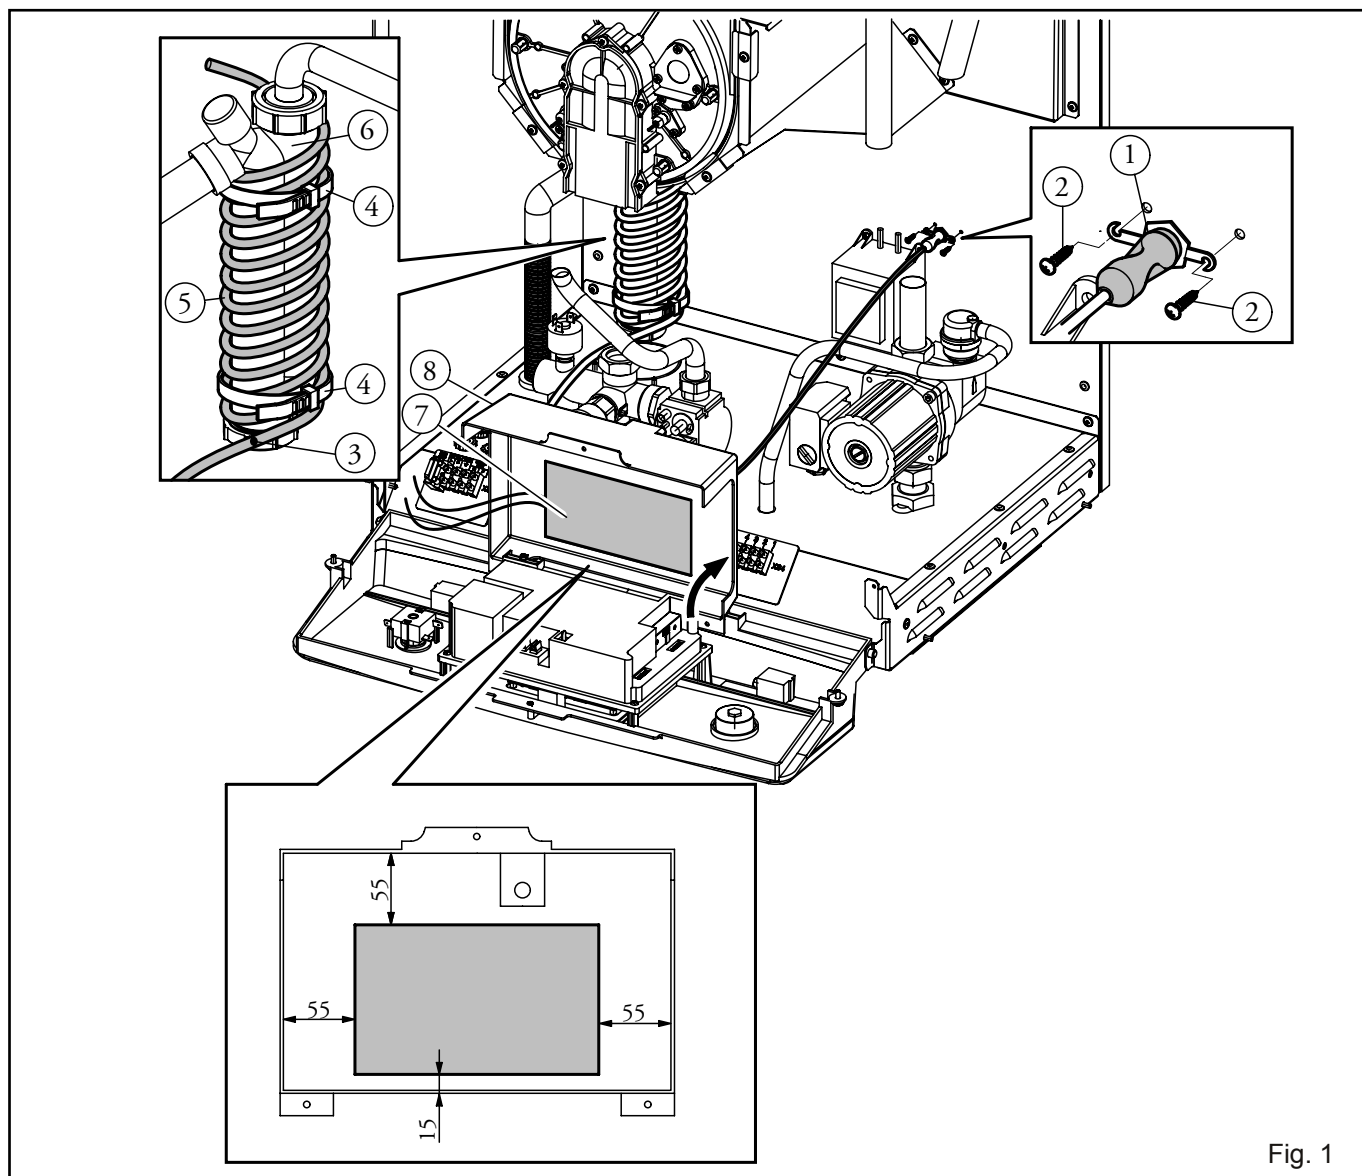

Fig. 1
- Smontare il coperchio del cruscotto (8) e nella parte interna, dopo averla pulita bene con alcool o similari, incollare la resistenza flessibile (7) rispettando le quote indicate in fig. 1.
**Nota:** Evitare il formarsi di bolle d'aria tra la resistenza adesiva (7) ed il coperchio (8) per non compromettere il corretto funzionamento del kit.